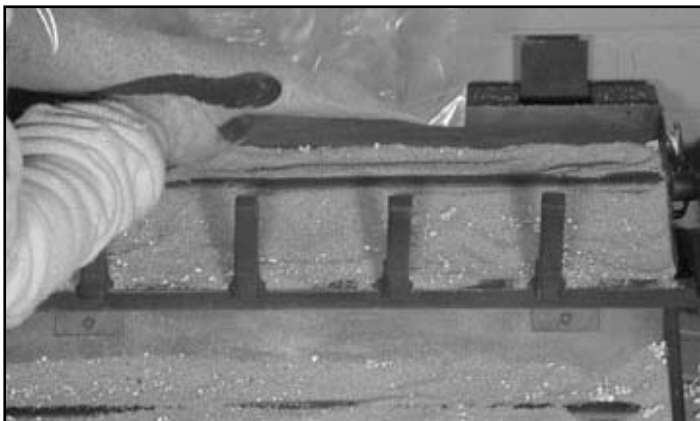

Figure 3 Sable
- Versez du sable dans les plateaux du brûleur jusqu'à ce que le tuyau du brûleur soit couvert. Voir la figure 3. Nivelez le sable de droite à gauche pour assurer un motif de flamme uniforme. À ce point, le plateau devrait être à moitié plein.